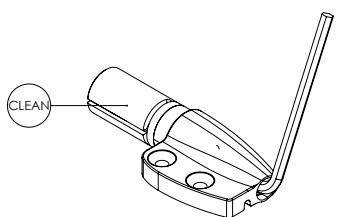
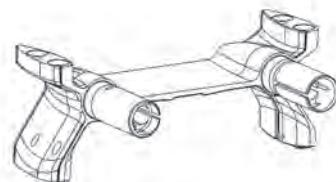

Fig. 23.1
Fig. 23.2
Esistono due tipi di fissaggio delle prolunghhe: i «supporti prolunghhe» (Fig. 23.1) e il «BRIDGE» (Fig. 23.2).
- 1- Sgrassare e pulire la parte espansiva dei serraggi a contatto con l'interno delle prolunghhe per migliorare la tenuta (Fig. 23.1).